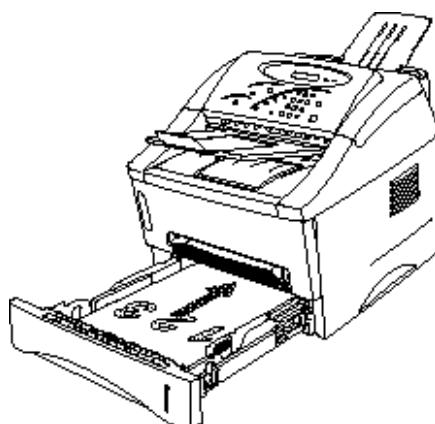

图 2-19
- (1) 选择驱动程序中手动双面打印方式;
- (2) 打印机首先自动将偶数页打印到纸的一面;
- (3) 取下出纸盘上打印好的纸张;
- (4) 将单面打印好的纸张重新放入纸盒, 将欲打印的那一面(空白面)朝下, 页面的顶端朝外放置, 根据计算机屏幕的提示进行下面的操作 (图 2-19) ;
- (5) 这时, 打印机自动将文档的奇数页打印到纸张的另一面。